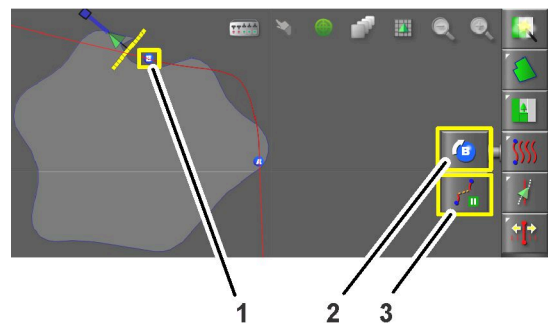

Bild 17
6. Fahren Sie die Maschine entlang des Konturverlaufs der Feldgrenze (Bild 17).
7. Drücken Sie das Symbol für den Einstellpunkt B (Bild 17).